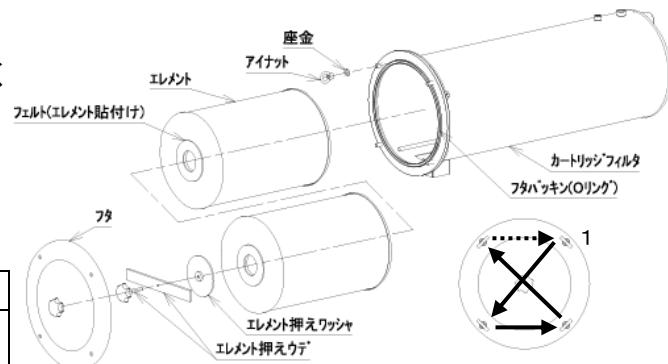
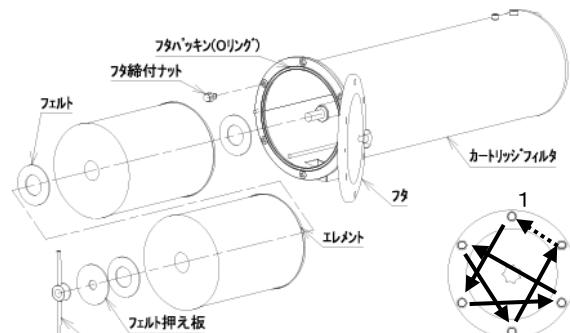

図 11-3
図 11-4
11-3-2.カートリッジフィルタ（図 11-3, 図 11-4）
4) フィルタエレメントの交換手順 (図 11-3, 図 11-4)
- ④ DO101 (図 11-3):
DO161, 221 (図 11-4):
- ⑦ 新しいエレメントとフェルトパッキンをセットします。
- ⑧ DO101 (図 11-3):
- DO161, 221 (図 11-4):
- ⑨ Oリングに亀裂やキズが無いか、又締付フランジ面にキズや異物が無いか確認してください。
- ⑩ フタを閉め、ナットを均等に締め付けます。(図 11-3, 図 11-4)
4) カーボンの交換手順 (図11-1, 図11-3, 図11-4)